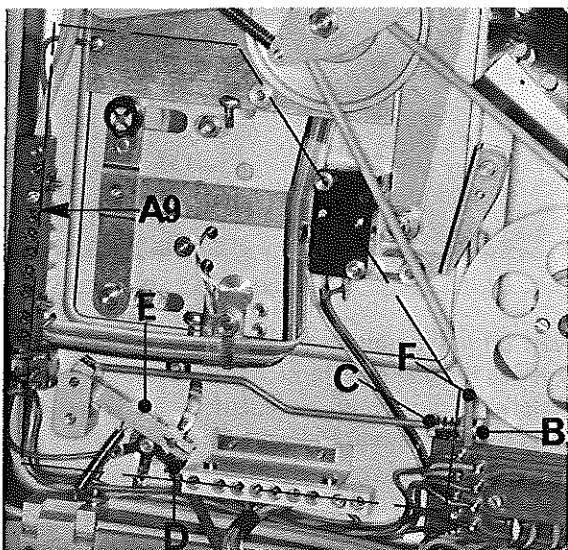
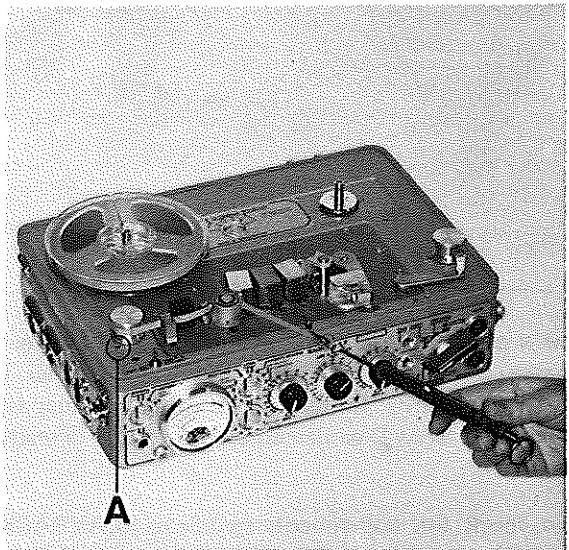

Fig. 10
Fig. 11
Open the recorder, unscrew the shield and remove oscillator circuit A9 (fig. 10). Turn screw E until the spring fixing nut touches its head. Loosen screw B to obtain a minimum play of 0.2 mm (0.008") between it and bar F when the tension roller is pushed inwards to its fullest extent.
Put a full 5" reel on the recorder, attach the dynamometer to the tape (fig. 11) and switch to PLAYBACK at 7.5": pull on the dynamometer which should show 55 g (2 oz); adjust by turning nut C (fig. 10). The play between bar F and screw B should remain: readjust screw B if necessary.
When the dynamometer shows 55 g (2 oz) the position of the tension roller should allow screw A to be completely visible (fig. 11); adjust this position by turning screw E and nut C alternately (fig. 10).
Ouvrir l'appareil, dévisser le blindage et extraire le circuit oscillateur A9 (fig. 10). Faire tourner la vis E jusqu'à ce que l'attache du ressort vienne toucher sa tête. Dévisser la vis B pour obtenir un jeu minimum de 0,2 mm entre elle et la barrette F lorsque le tensiomètre est en butée vers l'intérieur.
Mettre en place une bobine pleine de 127 mm, fixer le dynamomètre à la bande (fig. 11) et passer sur PLAYBACK à 7,5": tirer sur le dynamomètre, qui doit indiquer 55 g; régler en tournant l'écrou C (fig. 10). Le jeu entre la barrette F et la vis B doit subsister: retoucher cette dernière si nécessaire.
La poulie du tensiomètre doit laisser apparaître complètement la vis A (fig. 11) lorsque le dynamomètre indique 55 g; la position se règle en retournant alternativement la vis E et l'écrou C (fig. 10).
6.2 Brake Tension Roller (fig. 10): this tension roller should also be in the centre of its slot; adjust its position by turning screw B, while immobilising nut C.
6.3 To check this adjustment: remove the tape: each tension roller returns to the rest position and there should be about 0.6 mm (0.025") play between screw B and the bar (fig. 10) and screw D and the lever (fig. 7). If the tension rollers are pushed